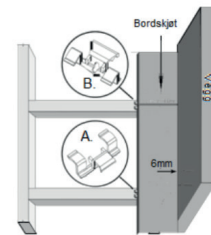

fig. 3
3. På motsatt langside av det første bordet festes klipsen i bjelkene med den enkle leppen i sporet på terrassebordet. I skjøt mellom to bord brukes klips som er beregnet for dette.(fig.3). Klipsen festes i bjelken med skruer. OBS! Ikke fest skruen for stramt.